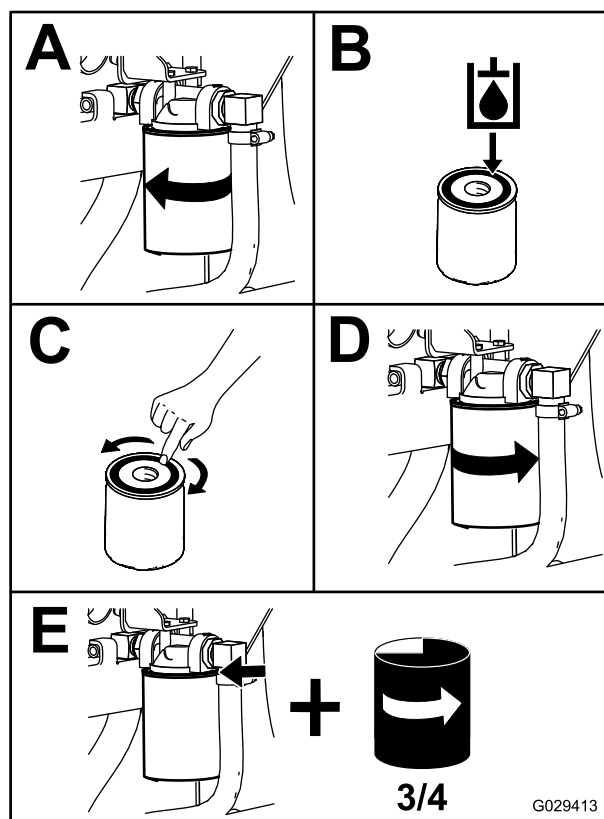

Figure 61
4. Placez un bac de vidange sous le filtre et remplacez le filtre (Figure 61).